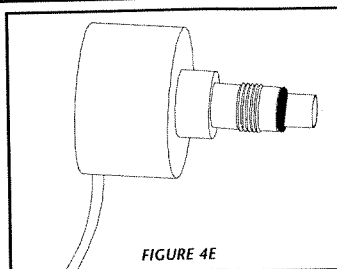
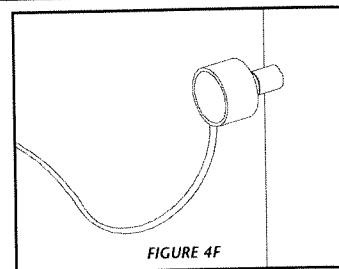

FIGURE 4E
FIGURE 4F
4. Réinstaller prudemment le capteur sur son connecteur de montage; insérer d'abord le joint torique (Figure 4e), puis le capteur lui-même. Visser le capteur sur le connecteur, et serrer suffisamment pour établir une jonction étanche. NE PAS SERRER EXCESSIVEMENT. Raccorder le câble du capteur au contrôleur, et remettre le système en service (Figure 4f).